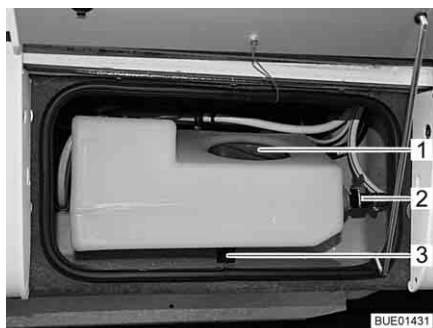
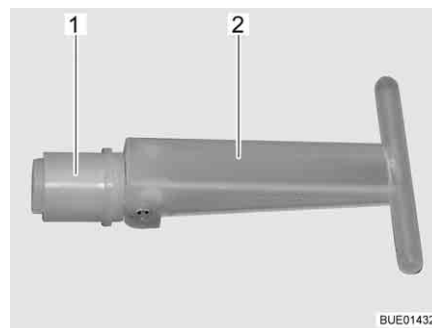

Fig. 229 Reservatório adicional da água
Fig. 230 Tampão de vazamento
Quando a válvula de purga (Fig. 229,2) está aberta, a quantidade de enchimento do reservatório adicional da água fica limitada a aprox. 30 l; a água excedente é descarregada. Se a válvula de purga estiver fechada, fica disponível o volume completo do reservatório.
Quando o tampão de vazamento (Fig. 230,1) no interior do reservatório da água é puxado, a água corre através do dispositivo de descarga (Fig. 229,3). O tampão de vazamento pode ser alcançado através do orifício de serviço (Fig. 229,1).
- Assegure-se que o tampão de vazamento (Fig. 230,1) no reservatório adicional da água está fechado (manípulo (Fig. 230,2) rebatido).
- Assegure-se que a válvula de purga (Fig. 229,2) está fechada.
- Abra o orifício de serviço (Fig. 229,1) no reservatório adicional da água.
- Através do orifício de serviço, coloque o manípulo (Fig. 230,2) do tampão de vazamento (Fig. 230,1) em posição vertical e retire para fora o tampão de vazamento.
- Abra a válvula de purga (Fig. 229,2) no reservatório adicional da água.